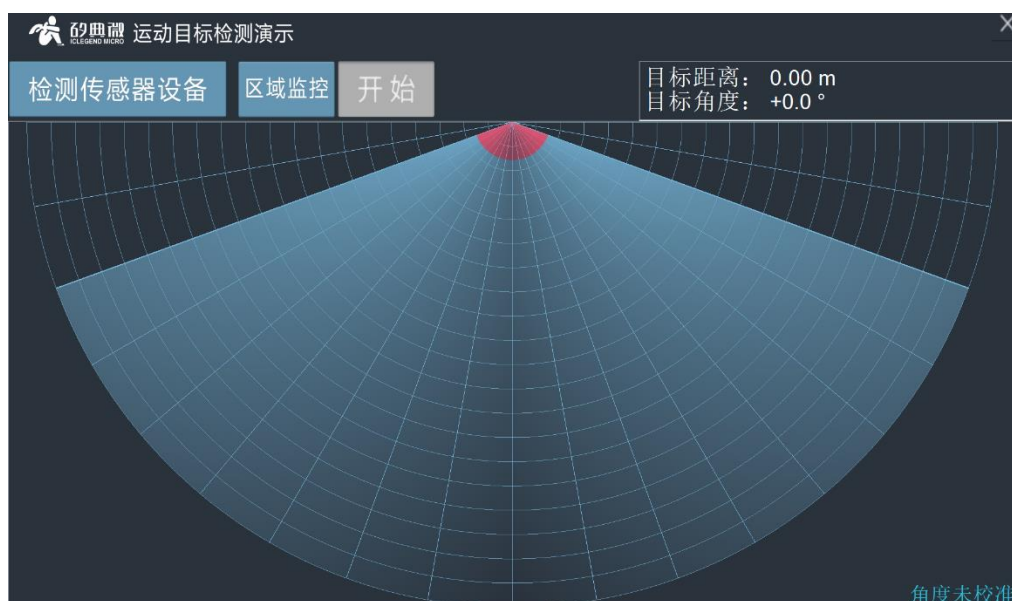

图 4-3 运动目标检测上位机运行效果
3. 打开“EVBKS5 波形配置与演示 GUI（试用版）”，在菜单栏中点击“演示程序”，选择“运动目标检测”，弹出运动目标检测演示界面，如图 4-3 所示。